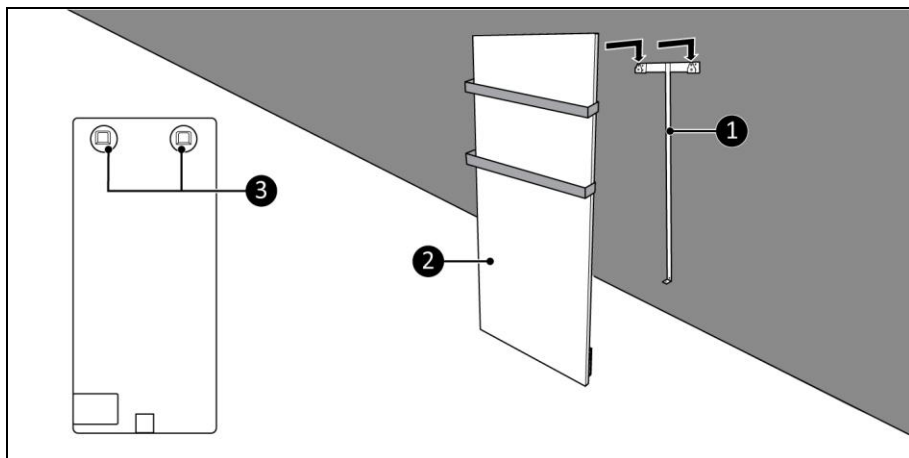

Figur 7
4. Placera väggfästet mot väggen och markera fem hål (Figur 7).
6. Sätt i väggpluggar (Figur 7, pos. 3).
7. Skruva fast och dra åt enhetsfästena (Figur 7, pos. 1) med fem stora skruvar (Figur 7, pos. 2) i väggen genom att använda en stjärnskruvmejsel (Figur 7, pos. 4).